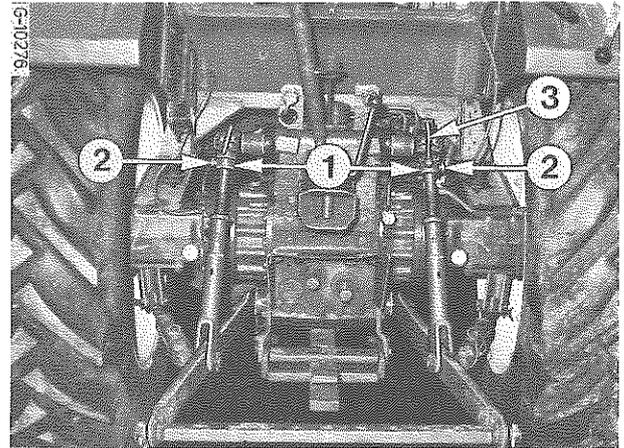

Figure 39
Pour équipement standard, Voir Fig. 39) | 10 - Raccord pour freinage hydraulique de remorque * |
NOTE : Lorsque vous attelez des instruments munis de roues de jauge, mettez en place le collier (1) Fig. 39, suivant besoin pour permettre un débattement latéral.